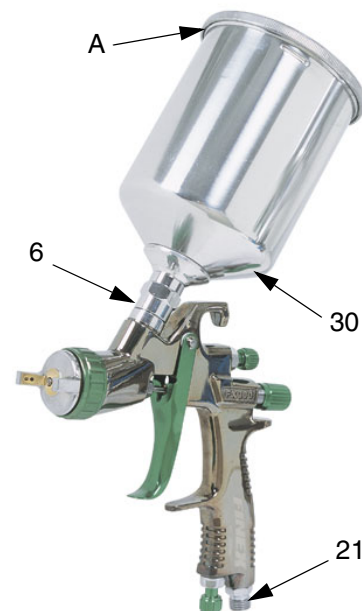

FIG. 1
4. Conecte la línea de suministro de aire en la entrada de aire de la pistola (21). FIG. 1. Conecte el otro extremo en la válvula de cierre.
5. Instale el filtro de fluido (29) en la entrada de fluido (6). Consulte la página 18.
6. Enrosque la copela de gravedad (30).
7. Retire la tapa de la copela de gravedad (A) y rellene la copela con disolvente para lavarla (página 1) si es la primera vez que utiliza el equipo.